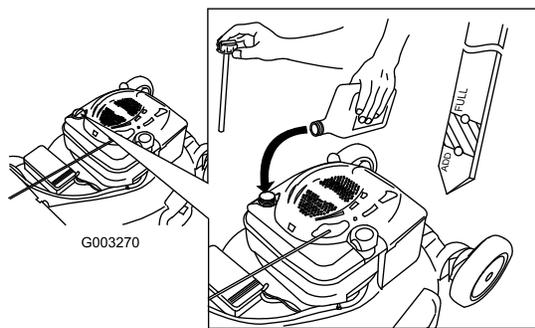

Bild 7
- 1. Ziehen Sie den Peilstab heraus (Bild 7).
2. Füllen Sie das Öl **langsam** in den Einfüllstutzen ein, um den Ölstand auf die Marke Voll am Peilstab anzuheben. Bild 7 **Füllen Sie nicht zu viel ein.** (Max. Füllstand: 0,59 l des Typs: Waschaktives SAE 30-Öl mit der Klassifizierung SF, SG, SH, SJ, SL oder höher durch das American Petroleum Institute (API).)